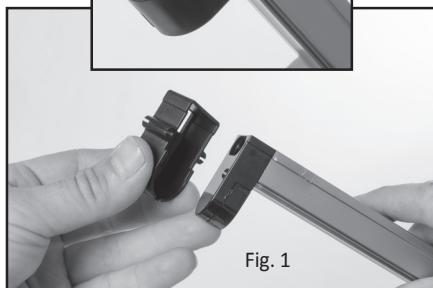

Fig. 1
1. Coloque las cubiertas de plástico en la pieza de montaje principal. Ignore este paso si las cubiertas de plástico ya están colocadas (véase imagen 1 y 1a).